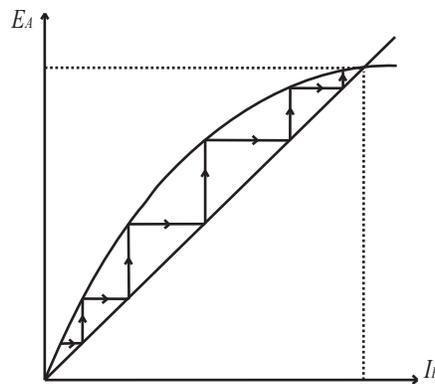

Figura 1: Curva de magnetización del generador DC
4. Explique con la ayuda de la figura 1 cómo es el aumento de tensión en la máquina autoexcitada operando en vacío. Voltaje en el inducido  $E_A$  vs. corriente de campo  $I_F$ .